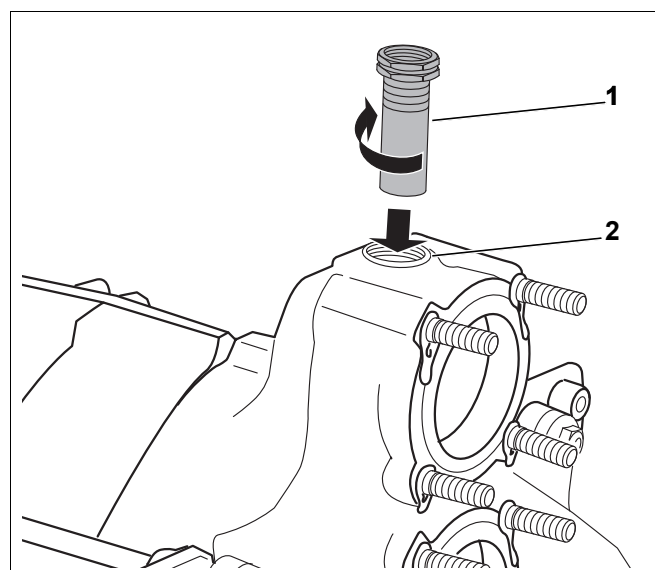

Рис. 20 Монтаж погружной гильзы
- ▶ Вставьте гильзу ¾" (длина 110 мм) (рис. 20, [1]) сверху в резьбовое отверстие ¾" на подключении подающей линии (рис. 20, [2]).